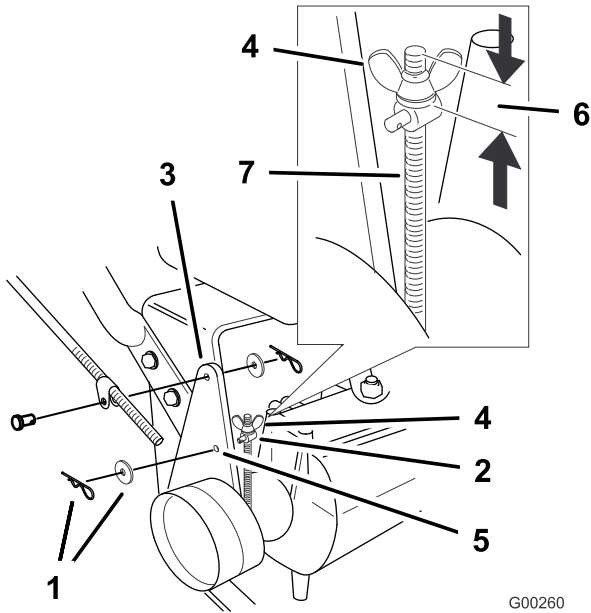

Figura 41
Nota: Para el ajuste inicial, ajuste la tuerca de orejeta hasta que se encuentre a 32 mm de la parte superior de la varilla (Figura 41).
- Para ajustar el freno, retire el pasador de horquilla y la arandela de la palanca de freno y el muñón (Figura 41).
- Coloque el muñón en el taladro F (Figura 41). Apriete la tuerca de orejeta.
- Sujete el muñón a la palanca de freno con la arandela y el pasador de horquilla (Figura 41).